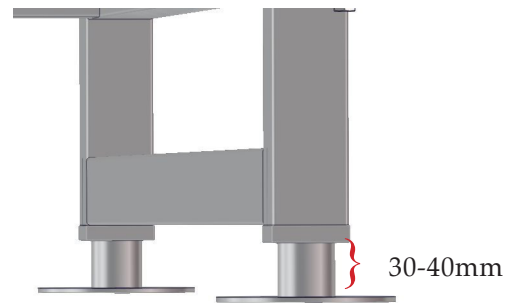

图2
2. 将烤箱放到地面上。调整底座外角上的四个外侧支脚。从32mm的高度开始（请参见图2），从左右前后调平烤箱（请参见图3）。
注意：从地脚法兰的顶部到地脚框架的底部为可调整的测量值（请参见图2）。如果高度测量值超过40mm或者手推车未在水平稳定的水平地面上，可能会出现以下状况：